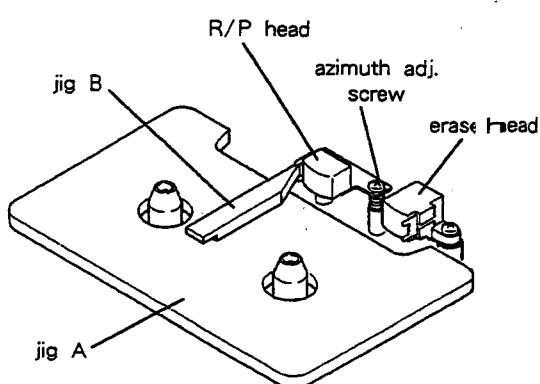

Fig. 2-7
- 1). Set jig A as shown in Fig. 2-7, then set the deck to PLAY mode.
- 5). Play back the 10 kHz signal on test tape MTT-256, then adjust the azimuth adjustment screw (Fig. 2-7) so that the phase difference between the L and R channels is 0°.
- 1). 図2-7のように治具 A をセットし、PLAYモードにする。
- 5). テスト・テープ MTT-256の10kHzを再生して、LchとRchの位相差が  $0^\circ$  になるようにアジャス調整ネジ (図2-7) で調整する。